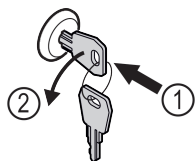

Fig. 139
- ▶ Inserire la chiave. Fig. 139 (1)
- ▶ Ruotare la chiave di 90° in senso antiorario. Fig. 139 (2)